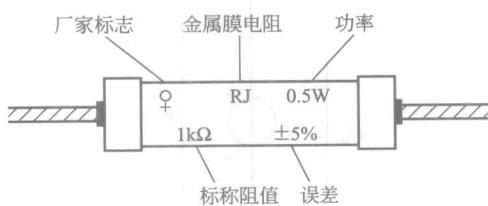

图 1-21 电阻器参数直标法
(1) 直标法 把电阻值（标称阻值）、误差和功率直接标注在电阻体上，如图 1-21 所示。
(2) 色标法 近年来新电阻材料不断出现，再加上集成电路的应用、所需电阻器阻值减小，使得电阻器的体积越来越小，直标法遇到了困难，色标法得到了越来越多的应用。色标法就是用标注在电阻体上的四条不同颜色的色环，表示电阻器的电阻值和误差。具体识别方法可查阅元件手册。